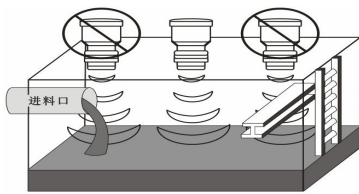

图 1
(1) 探头同时产生超声脉冲波和检测回波，超声脉冲波以一定的锥形波面从探头的表面传播出去。在这个区域内，不应有任何阻碍并且远离进料口。探头的安装位置应选择在探头的发射面和被测介质间没有障碍物存在的位置。见图 1。